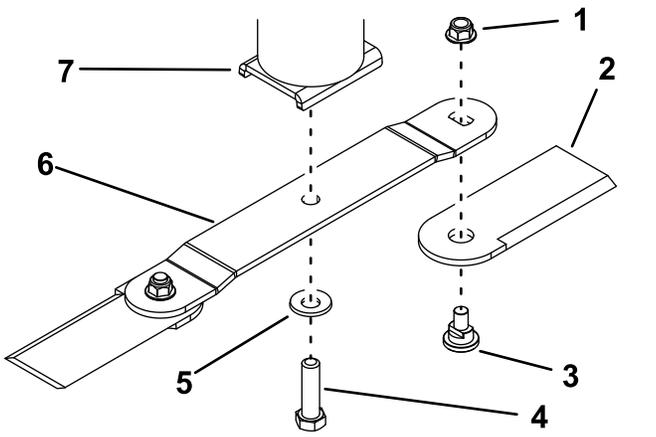

Figura 36
2. Rimuovete il bullone della lama, la rondella concava e la lama dal relativo supporto sulla parte inferiore del gruppo della coppa del fusello (Figura 36).
Se la lama non è bilanciata, limate via del metallo solo dalla parte posteriore della lama (lato opposto al tagliante) (Figura 36).